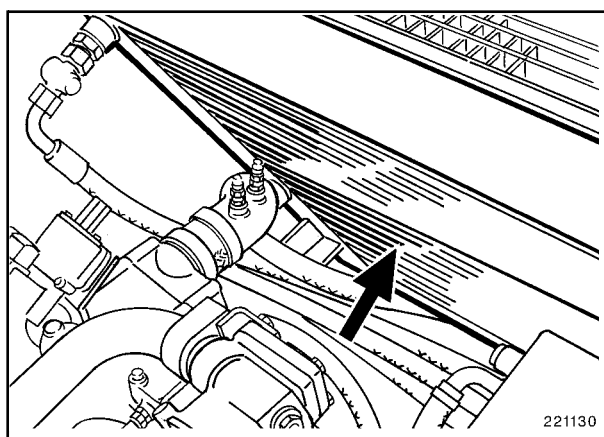

Fig. 17
El radiador combinado (Fig. 17) contiene partes para la refrigeración del aceite hidráulico (abajo) y del líquido refrigerante del motor (atrás).
- Abrir la tapa en el lado izquierda del chasis superior y levantar la cubierta del motor. Se tendrá acceso al radiador combinado (Fig.17 y 18).